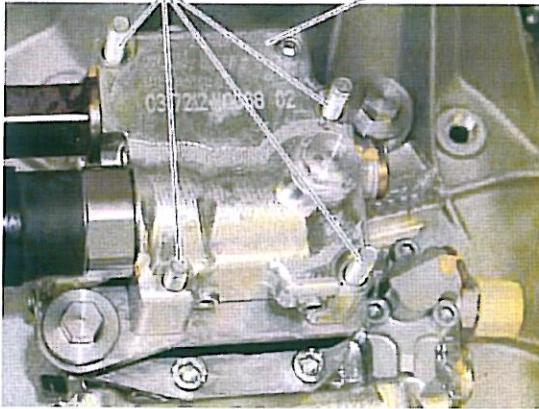

Bild 20
14. Die Constant Speed Unit (CSU), geführt durch die Gewindebolzen, auf den Vibration-Isolator (item 2) montieren. Siehe Bild 20.